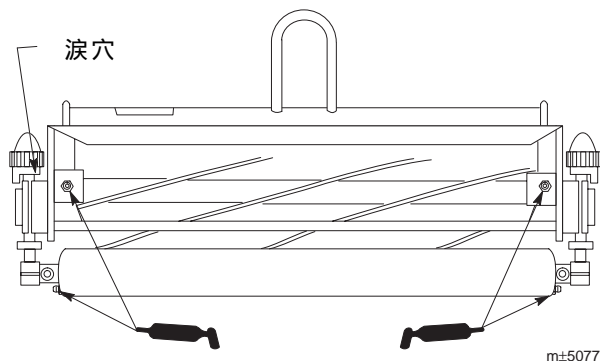
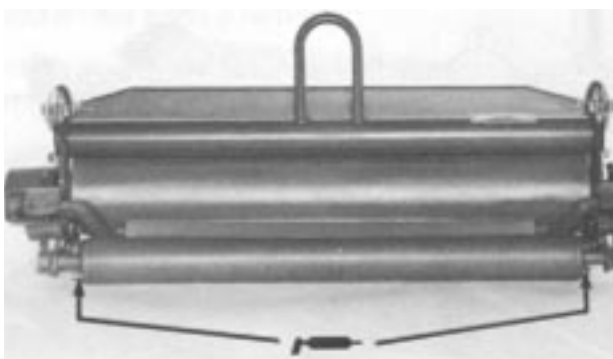

図 8
図 9
カッティングユニットのグリスポイントは全部で6カ所です（図8，図9）。No. 2 リチウム系汎用グリスを使用します。カッティングユニットを水洗いした後は直ちにグリスアップを行ってください。これによりベアリングをサビから保護し寿命を延ばすことができます。
2. リール・ベアリング（図8）にグリスを注入する。
3. 前後のローラ・ベアリング（図8，図9）にグリスを注入する。シール・リップからグリスが見えてくれば適量である。